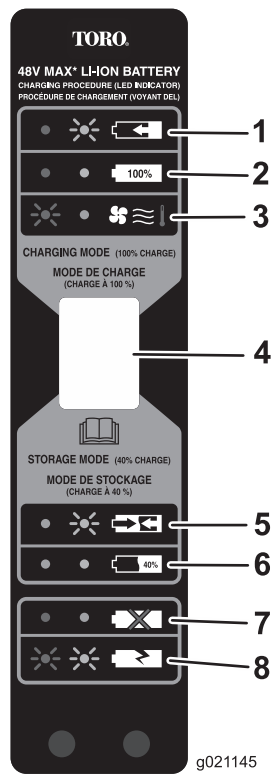

Figura 12
- Consulte Figura 12 para interpretar los indicadores LED del cargador de la batería.
Utilice el modo de almacenamiento (Figura 12) si la batería no se va a utilizar durante 12 meses o más.
4. Cuando la batería esté preparada para el almacenamiento (Figura 12, punto 6.), retire la batería del cargador.